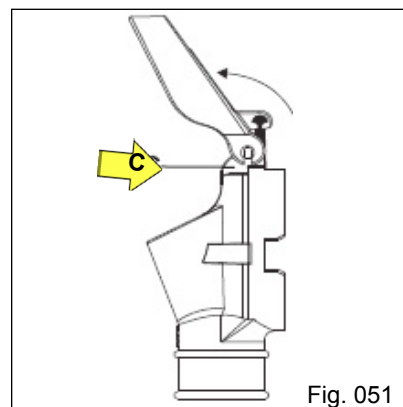

Fig. 051
b) Introduza a tampa até o final do canal e faça o giro da mesma (Fig. 051), observando a mesma posição nos dois lados dos pinos do bocal. Após gire até o Batente "X" da face superior do bocal (Fig. 052).